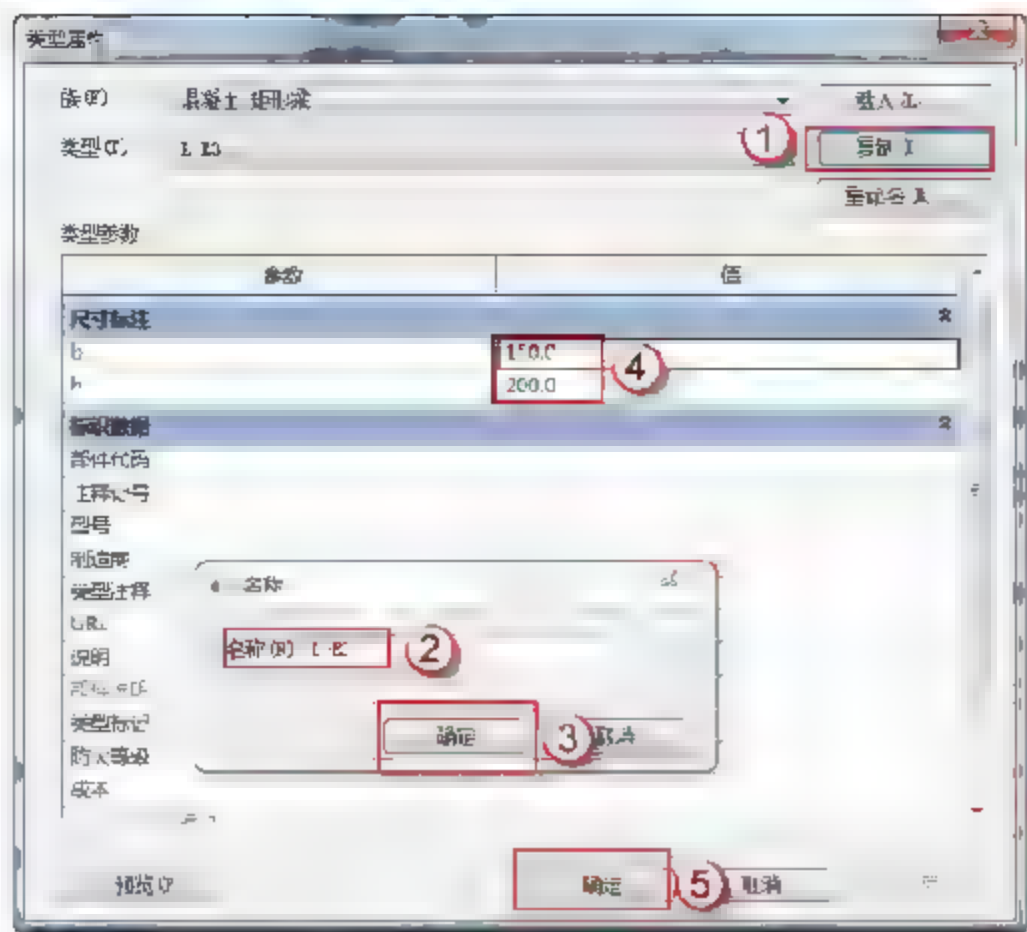

图 3.2.30 编辑 L-E3 信息
(12) 设置 L-E3。选择“结构”→“梁”→“编辑类型”命令,在弹出的“类型属性”对话框中,单击“复制”按钮,在弹出的对话框中输入 L-E3,单击“确定”按钮。在“尺寸标注”栏中输入 b、h 的尺寸,单击“确定”按钮,如图 3.2.30 所示。